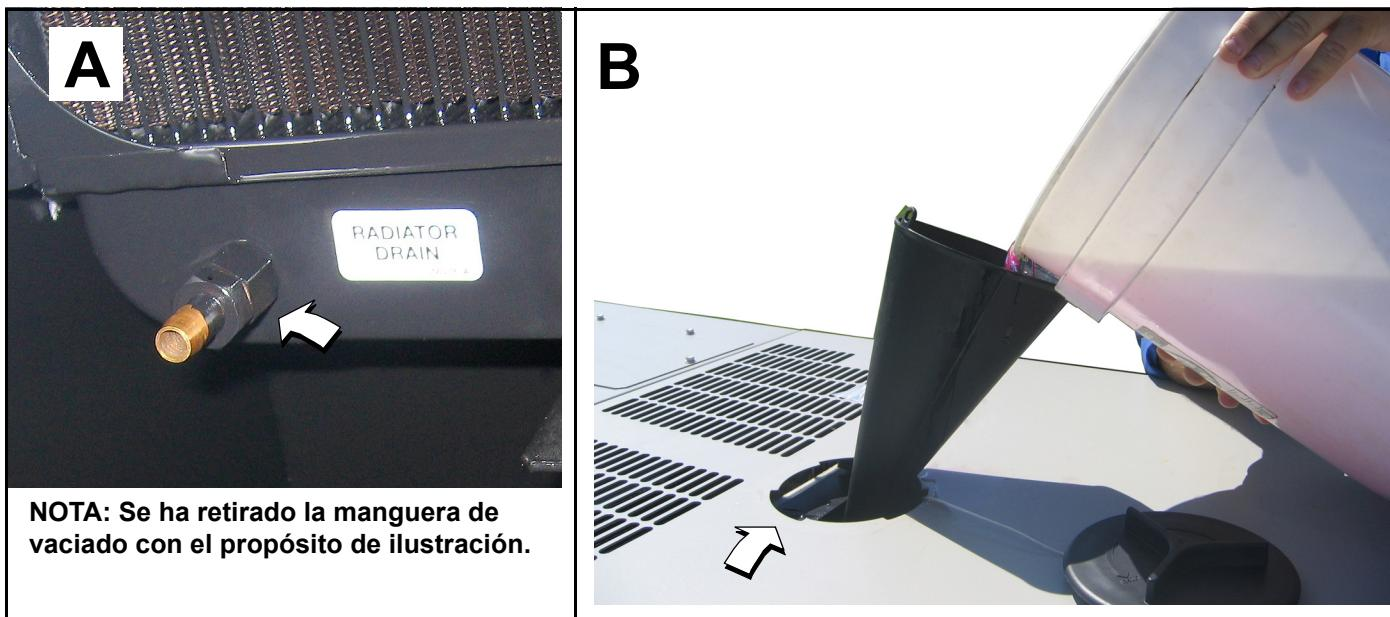

Figura 5-19. Vaciado/llenado del sistema de refrigerante
- Localice el grifo de vaciado en el lado inferior izquierdo del radiador. Gire el adaptador hexagonal para abrir el grifo de vaciado. Vea A en la Figura 5-19.
12. Gire y retire la cubierta de plástico de la parte superior del gabinete e inserte el embudo en el cuello de llenado. Vea B en la Figura 5-19.